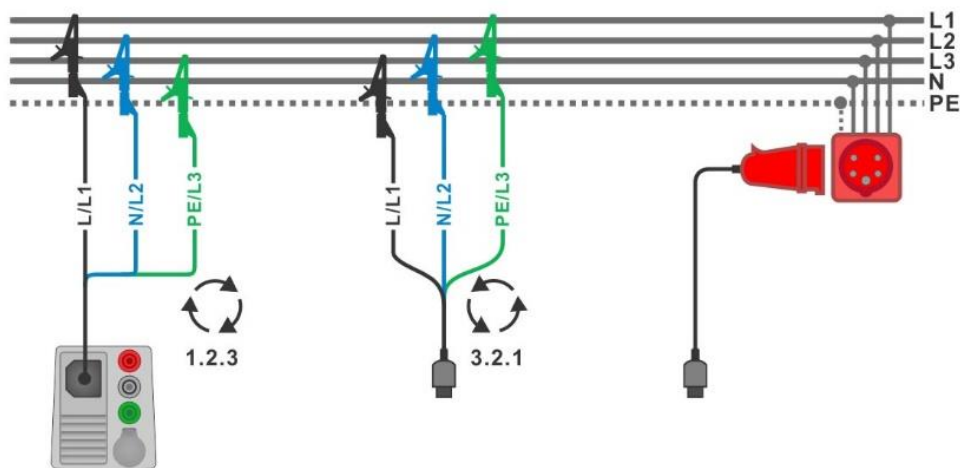
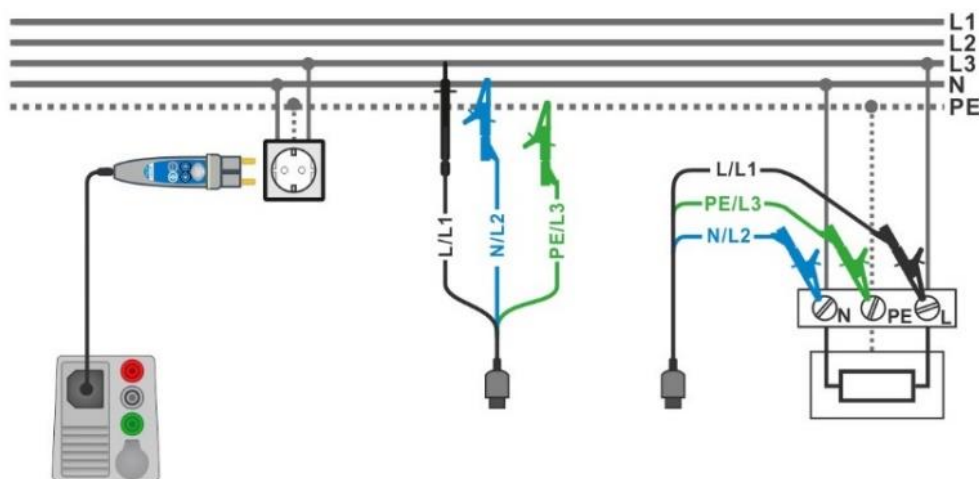

Fig. 4.2: Anslutning för 3-ledar testledningar och adapter (extra tillbehör) på 3-fasinstallation
Fig. 4.3: Anslutning med Plug commander och 3-ledar testledning i enfasinstallation
- Anslut testledningarna till objektet som skall testas (se **Fig. 4.2** och **Fig. 4.3**).